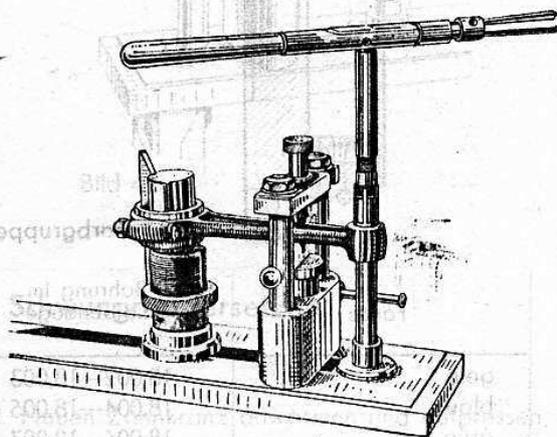

Bild 38
1. Alte Pleuelbuchsen entfernen und neue Pleuelbuchsen einpressen (AZ).
2. Pleuelstange in Hungergerät einspannen und Pleuelbuchse mit Hungerreibahle ausreiben, Kolbenbolzenspiel 0,012—0,014 mm (Bild 38 und 39) (AZ).